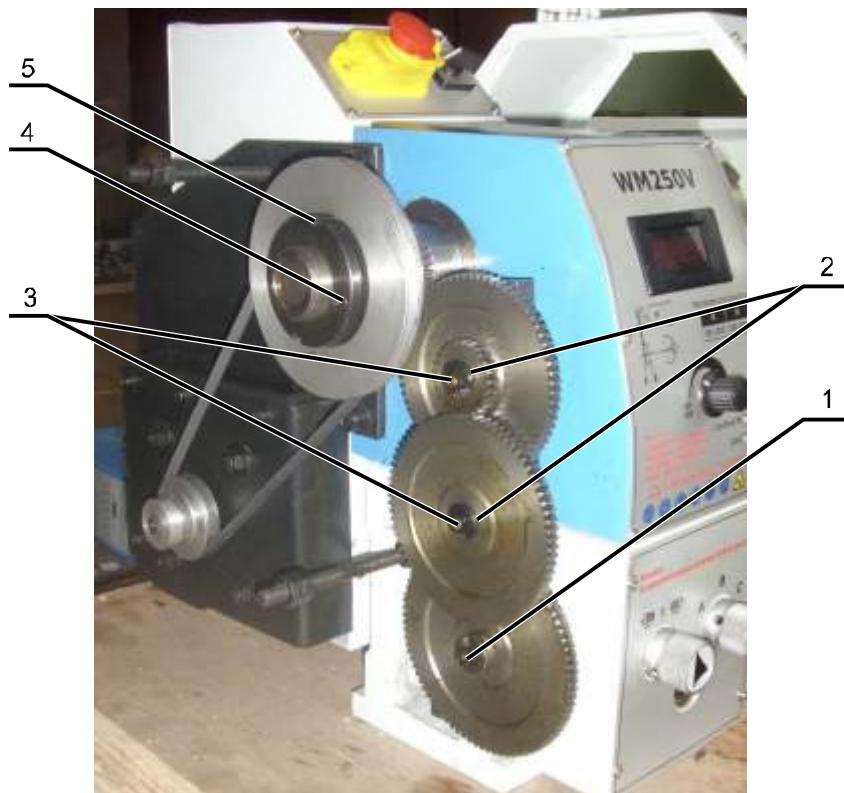

Рисунок 15
8.9 На зубчатые колеса гитары периодически наносите тонкий слой консистентной смазки. Смазку осей гитары производите через смазочные отверстия 3 (рисунок 15) жидкой смазкой.
- Отверните гайку 1 (рисунок 15) ходового винта и гайки 2 (рисунок 15) на осях гитары, снимите зубчатые колеса.